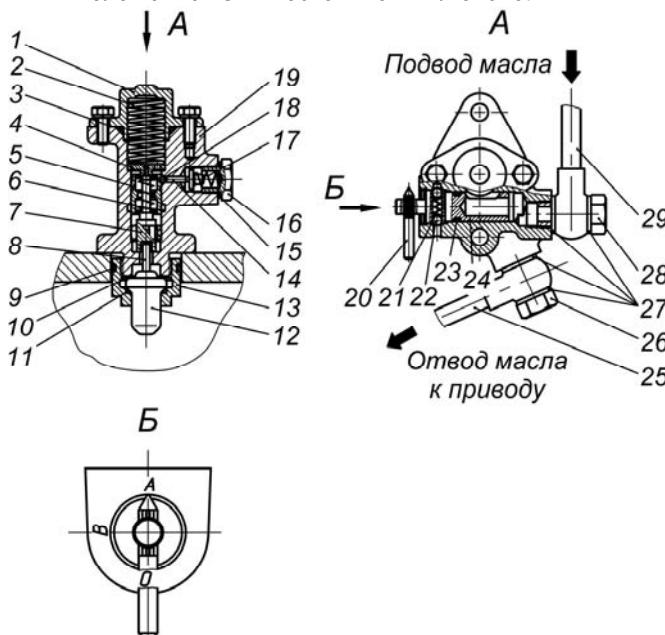

Рис. 44. Включатель:
- Включатель механического типа (рис. 44) совмещенный с термодатчиком и ручным переключателем режимов. Устанавливается на водяную трубу двигателя.
Включатель механического типа привода вентилятора (рис. 44) служит для управления фрикционным приводом. Режим его работы устанавливается с помощью ручного переключателя 20, имеющего три положения: